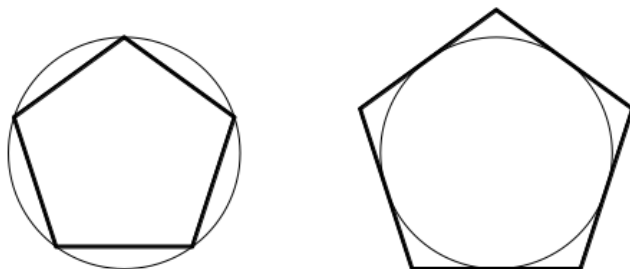

Рисунок 1.29 – Вписаний і описаний багатокутники
*Enter an option (Задайте параметр розміщення) [Inscribed in circle (Вписаний в коло)/ Circumscribed (Описаний навколо кола)] *: необхідно вибрати одну із запропонованих опцій (рис. 1.29).